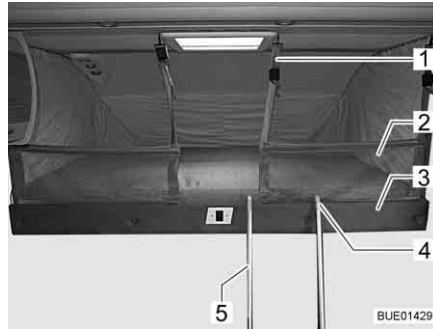

Bild 136 Hubbett mit aufgespanntem Sicherungsnetz
Wenn ein Sicherungsnetz vorhanden ist, liegt das Sicherungsnetz (Bild 136,2) mit den Sicherungsgurten im Hubbett unter der Matratze. Das Sicherungsnetz erst aufspannen, wenn sich die Personen bereits im Hubbett befinden.
- Sicherungsgurte (Bild 136,1) in die Haken an der Decke einhängen.
- Stufenleiter (Bild 136,5) mit den beiden Bügeln (Bild 136,4) in die Griffleiste (Bild 136,3) am Hubbett einhängen.